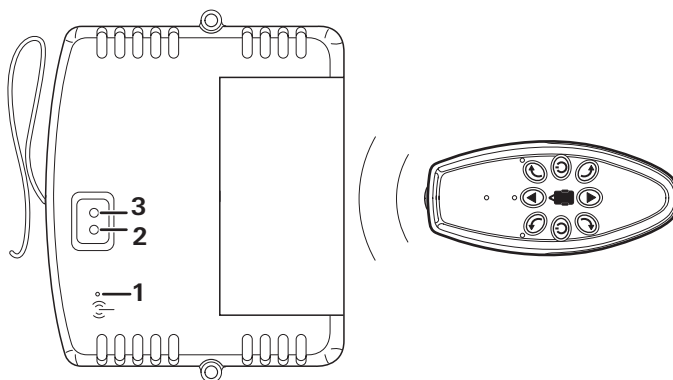

Figure 12
- Actionner la touche de réinitialisation (figure 12 - 1) sur la commande avec un objet fin. Il est pour cela possible d'utiliser l'antenne de la commande. La LED verte et rouge (figure 12 - 2/3) sur la commande clignent maintenant en alternance.